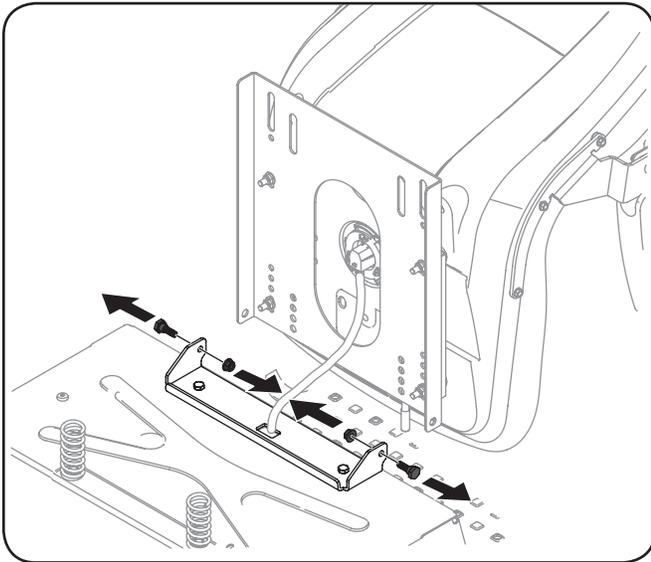

Figure 3-3
2. Retirez les deux boulons à épaulement et les deux écrous autobloquants du support du siège. Voir Figure 3-3.